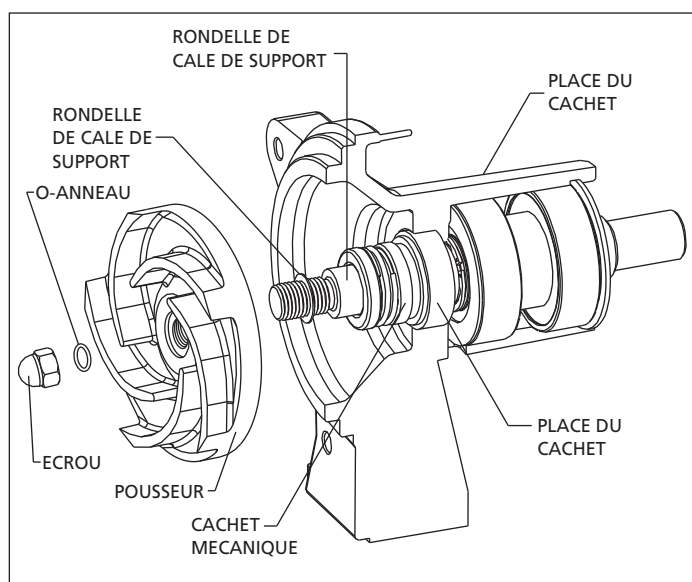

Figure 7 - l'Assemblée du Cachet et pousseur
6. mouiller la portion d'intérieur de caoutchouc de la nouvelle tête de cachet (la partie de Ref. No 5) avec un revêtement léger d'eau savonneuse. Glisser la tête de cachet sur l'arbre de pompe avec la précision scellant la surface (le carbone) faisant face à la place de cachet visage en céramique (Voit la figure 7). Ceci complète l'installation de cachet.